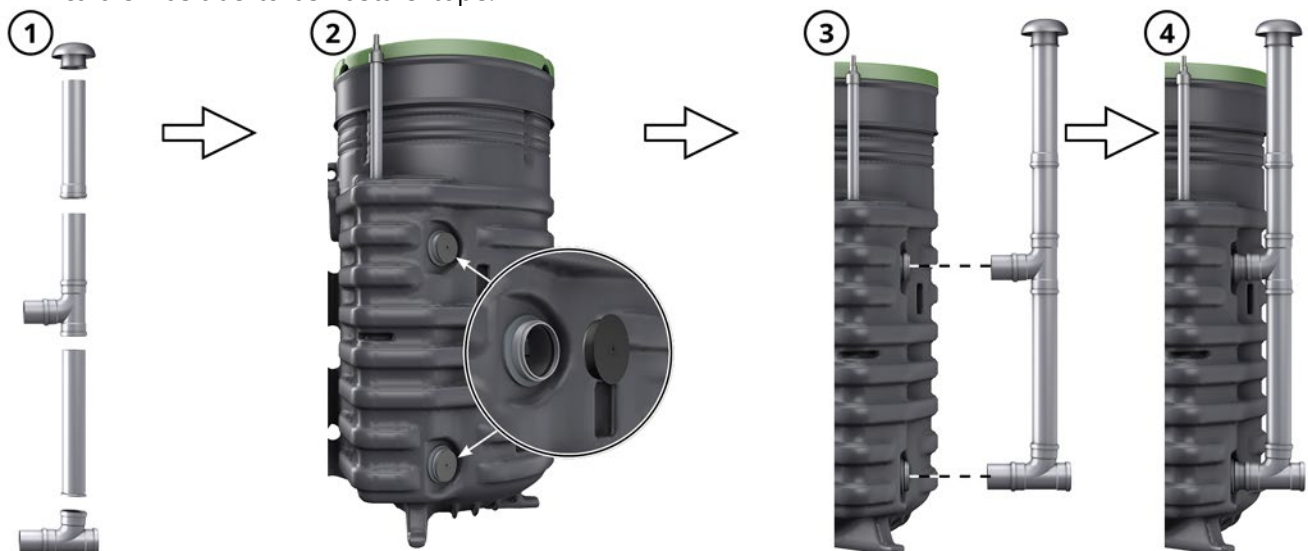

Fig. 13: Montar el juego de ventilación
1. Monte el juego de ventilación como se indica en la Fig. 13.